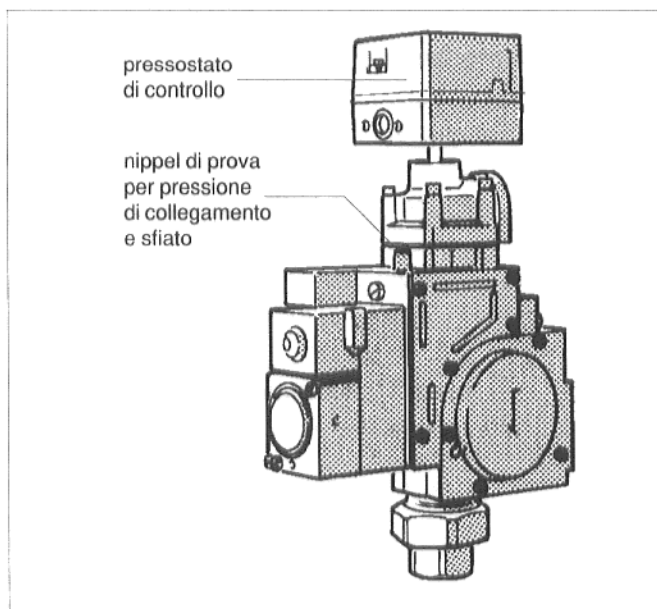

Fig. 6: Apparecchiatura gas "Honeywell" VR 4905
- Controllare la matricola del pressostato di controllo (Fig. 6 e 7) secondo la tabella 3.
- Svitare di due giri la vite di tenuta del nippel di prova per la pressione di collegamento all'apparecchiatura (Fig. 6 e 7).